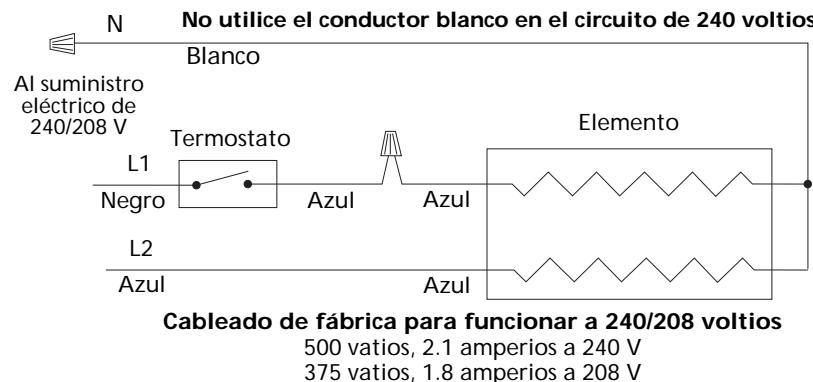

Figura 3
3. Para operar el calentador a una tensión de 208 a 240 voltios, conecte los conductores de suministro eléctrico al calentador de acuerdo con el diagrama de cableado mostrado en la Figura 3. NO UTILICE EL CONDUCTOR BLANCO MARCADO CON LA LETRA "N" PARA HACER LA CONEXIÓN PARA 208 A 240 VOLTIOS.